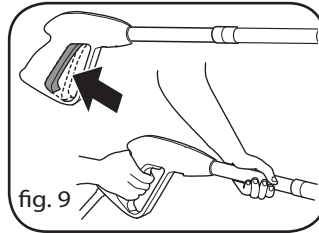

fig. 9
5. Premere la leva della pistola per eliminare l'aria presente nella pompa ed aspettare che esca dall'ugello un flusso d'acqua costante (fig.9).